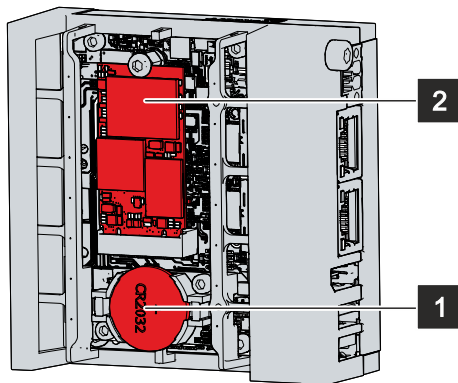

Abb. 25: Batterie und Speichermedien
⇒ Die Batterie steht jetzt in einer schrägen Position (siehe Abb. 25).
5. Drücken Sie die hochstehende Seite der Batterie nach unten in den Batteriehalter (siehe Abb. 25).